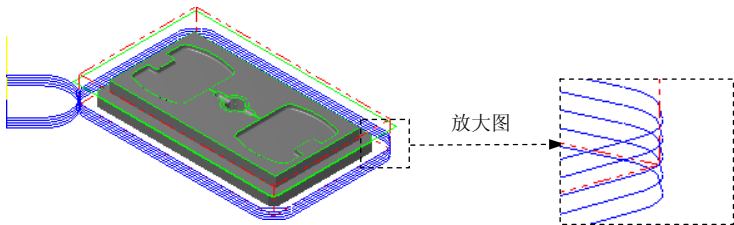

图 20.17 刀具路径
(1) 完成上步操作后, 在“2D 刀具路径-外形铣削”对话框的刀具列表框中显示出 Step5 所选择的刀具, 双击该刀具, 系统弹出“定义刀具-机床群组-1”对话框。
(2) 设置刀具号码。在“定义刀具-机床群组-1”对话框中的 **刀具号码** 文本框中, 将原有的数值改为 2。
(3) 设置刀具的加工参数。单击“定义刀具-机床群组-1”对话框中的 **参数** 选项卡, 在 **进给速率** 文本框中输入值 500.0, 在 **下刀速率** 文本框中输入值 300.0, 在 **提刀速率** 文本框中输入值 500.0, 在 **主轴转速** 文本框中输入值 1500.0。
(4) 设置冷却方式。在 **参数** 选项卡中单击 **Coolant...** 按钮, 系统弹出“Coolant...”对话框, 在 **Flood** (切削液) 下拉列表中选择 **On** 选项。单击该对话框中的 **✓** 按钮, 系统返回至“定义刀具-机床群组-1”对话框。
Step12. 单击“2D 刀具路径-外形铣削”对话框中的 **✓** 按钮, 完成加工参数的设置, 此时系统将自动生成图 20.17 所示的刀具路径。